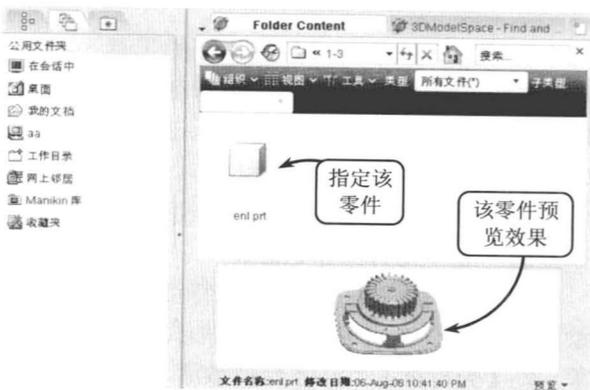

图 1-13 预览零件
- **文件夹浏览器** 主要用于查看硬盘或网络上的文件。在文件夹浏览器中双击文件夹,即可在右侧的浏览器中显示全部文件。此时如果在浏览器中选择 Pro/E 文件,系统则会在下方显示预览窗口,效果如图 1-13 所示。